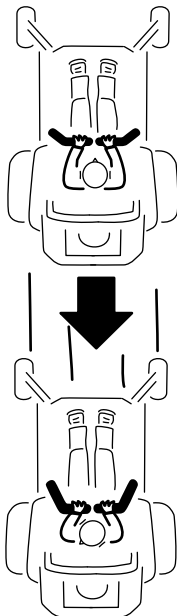

Figure 26
2. Pour vous déplacer en marche arrière, tirez doucement les leviers en arrière (Figure 26).